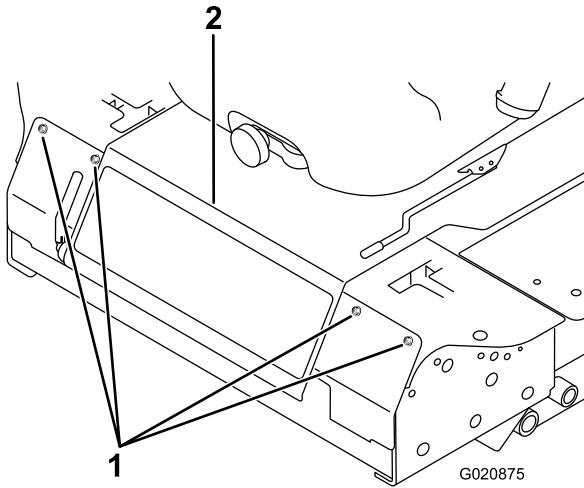

Bild 48
3. Nehmen Sie die Schrauben ab, mit denen die Frontplatte befestigt ist, und nehmen Sie sie ab (Bild 48).